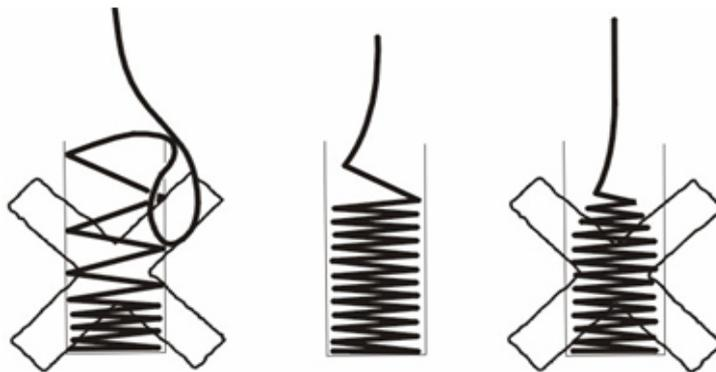

图1.9-2 电缆收放图
- (3) 放出约5.2m的电缆，以便把电缆接到电源箱上；
- (4) 从电缆卷筒底部拉出电缆，牵引至电源箱，暂不要连接；
- (5) 将电缆一圈一圈顺时针放入电缆卷筒中，尽量使每圈一样大，其直径略小于电缆卷筒径；
- (6) 将电缆固定在电缆臂架上，将电缆接头接入相应接线端子上；
- (7) 将电缆接至电源箱上，起动升降机检查电缆是否缠绕，如图1.9-2所示；